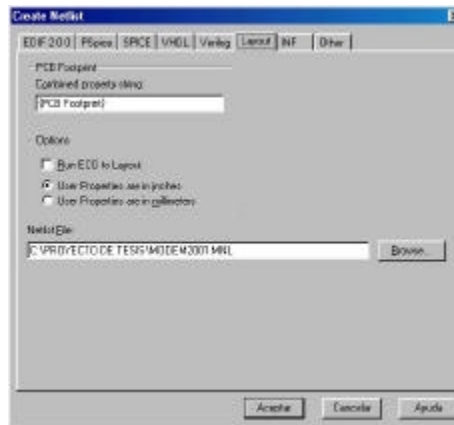

Figura 4.15 Configuración del NETLIST
- 3 Elija las propiedades del NETLIST, si las medidas son en pulgadas o milímetros y el nombre del archivo que se va a crear, CAPTURE asigna por omisión el mismo nombre del proyecto con extensión MNL, y dé clic en el botón *OK* (ver figura 4.15).